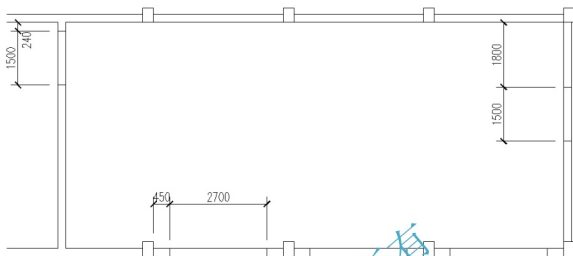
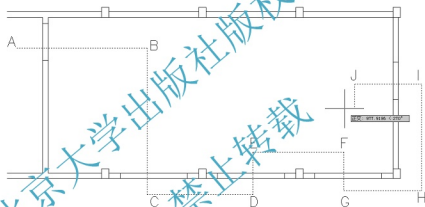

图 4.18 绘制门窗洞口
图 4.19 执行栏选
(1) 将【墙体】图层设置为当前层，同时将【轴线】图层关闭，参照 2.8 节所述的方法及图 4.18 所示的尺寸，用【对象追踪】、【直线】和【偏移】命令绘制门窗洞口边线，结果如图 4.18 所示。
(2) 单击【修改】工具栏上的【修剪】图标或在命令行输入“Tr”并按 Enter 键，启动【修剪】命令。
① 在选择对象或 <全部选择>：提示下，按 Enter 键执行尖括号内的默认值“全部选择”，将图形文件中的所有图形对象都作为剪切边界。
② 在选择要修剪的对象，或按住 Shift 键选择要延伸的对象，或[栏选(F)/窗交(C)/投影(P)/边(E)/删除(R)/放弃(U)]：提示下，输入“F”后按 Enter 键。
③ 在指定第一个栏选点或 [放弃(U)]：及指定下一个栏选点或 [放弃(U)]：提示下，在 A~J 处依次单击，拖出如图 4.19 所示的虚线，虚线和两个“门”及四个“窗”相交。
④ 按 Enter 键后，所有与虚线相交的墙线被剪掉。